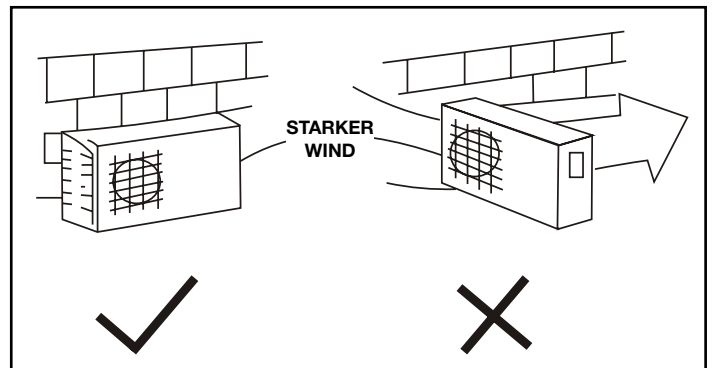

Abb. 9
3. Sollte das Gerät starkem Wind ausgesetzt sein (z. B. am Meer), müssen Sie sich vergewissern, dass das Lüfterrad korrekt drehen kann und die Einheit an einer Wand positionieren oder entsprechend abschirmen (Abb. 9). Vergewissern Sie sich auf jeden Fall, dass die Rotation des Lüfterrades nicht durch starken Wind behindert wird.